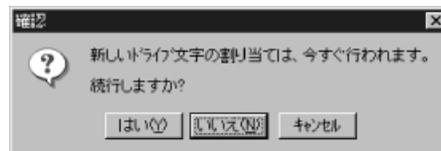

図 10. 確認ダイアログボックス
6. 図 10 の確認ダイアログボックスが表示されるので、[はい] をクリックします。
6. 図 10 の確認ダイアログボックスが表示されるので、[OK] をクリックし